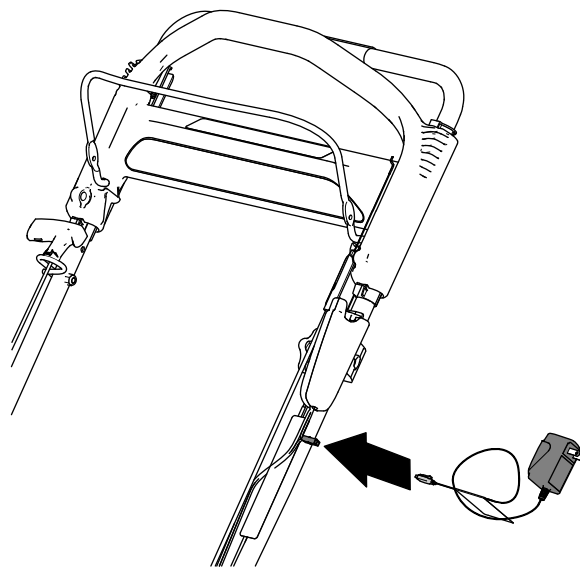

Figura 41
1. Collegate il caricabatterie al cablaggio situato sotto il pulsante di avviamento elettrico (Figura 41).